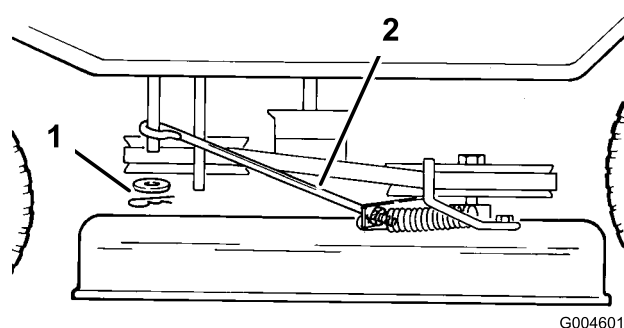

Bild 40
11. Entfernen Sie den Splint und die Scheibe vom Messersteuerarm links am Mähwerk (Bild 40).
17. Stecken Sie die Mähwerkstange in den Messerregelarm und befestigen Sie ihn mit einer Scheibe und einem Splint (Bild 40).